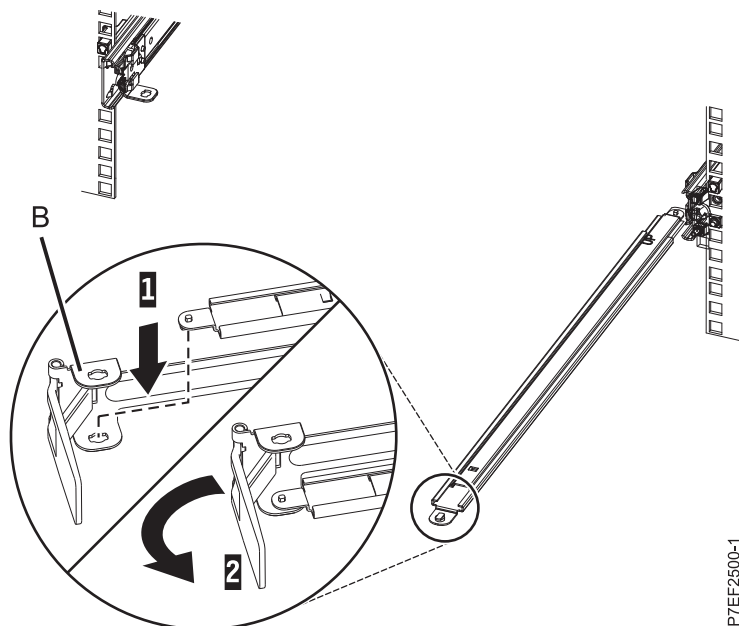

Figura 11. Fixando o Suporte de Parada da Organização de Cabos no Braço do Suporte
3. Localize o orifício no canto da parte interna da L de organização de cabos do suporte de parada do (**B**). Posicione a extremidade não conectada do braço do suporte de forma que a presilha de travamento no lado inferior de sua ponta seja alinhada com o orifício do suporte. Insira a guia no orifício (**1**) e gire o suporte (**2**) para prendê-lo ao braço de suporte. Para obter detalhes, consulte Figura 11 na página 9.